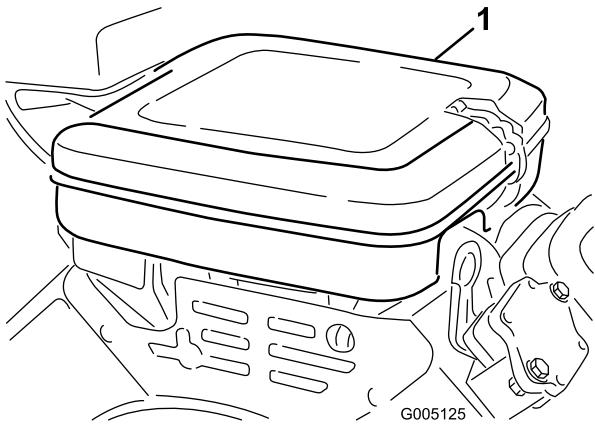

Figura 47
- Liberte os dispositivos de bloqueio e retire a cobertura do filtro de ar (Figura 47). Limpe bem a cobertura.